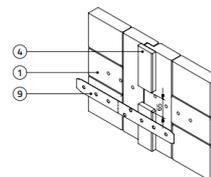

### FIGURE 1
Attacher le gabarit (9) aux portes (1). Les pointillés du gabarit doivent se trouver au milieu, entre les battants de portes. Marquer les trous et les percer dans les portes  $\varnothing$  8,5. Si nécessaire, enlever la partie obstructive de la pièce de butée (8). Voir Figure 1.